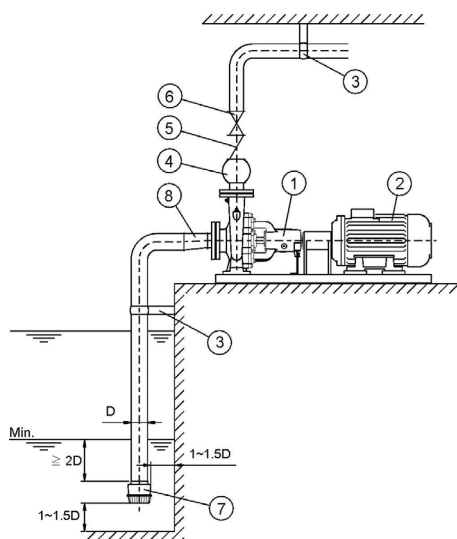

Fig. 1
(1) Evitare la trasmissione di forze attraverso i tubi di mandata ed aspirazione installando un supporto adeguato.
(2) Installare la valvola di non ritorno (tra la pompa e la valvola di mandata) nei seguenti casi:
(3) Installare le valvole di sfianto automatico nei punti in cui la formazione di sacche d'aria non possono essere evitate. Tuttavia, non devono essere utilizzate nei casi in cui la pressione è inferiore al quella atmosferica, poichè l'aria verrebbe aspirata anzichè espulsa.
(4) Per ridurre l'effetto dei colpi d'ariete, installare una valvola di non ritorno con molla.
(5) Installazione in aspirazione (vedre Fig. 1):